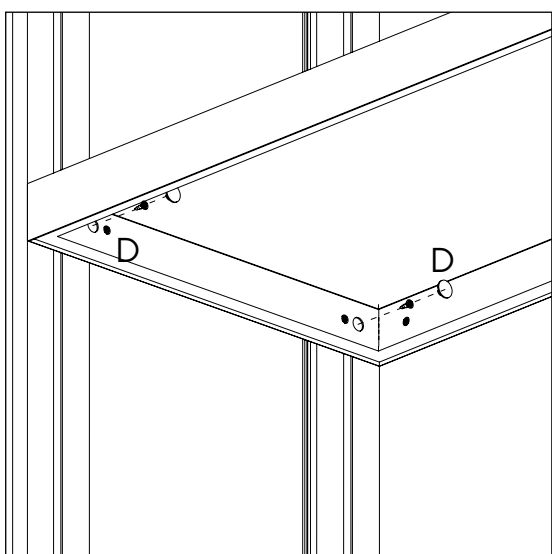
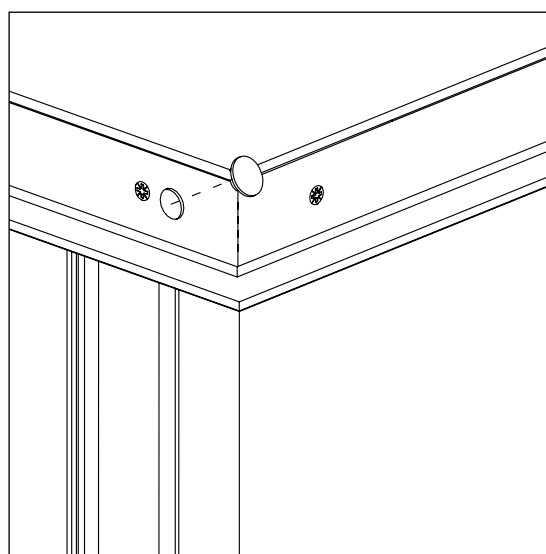

РИС. 17
РИС. 18
Закрепите полку через монтажные планки SPC-03 при помощи саморезов (D) 3x19 в основные профили SPC-08 Рис.17. Установите декоративную заглушку Рис.18.